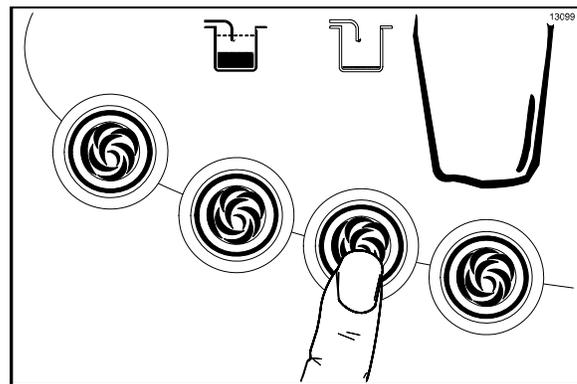

Figura 36
24. Pressione o símbolo do sabor de xarope correspondente. O símbolo deve acender e a bomba de xarope para o sabor selecionado começará a operar na velocidade máxima. (Veja a Figura 36.)